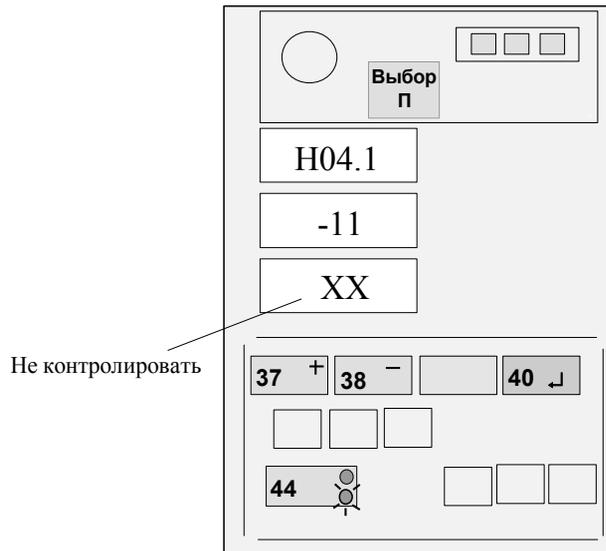

Рисунок 16 - Ввод температурного коэффициента
Если значение коэффициента, указанное на жгутах ПрД, отличается от значения, выдаваемого на средний ИЖЦ, нажатием кнопки 44 установить на верхнем ИЖЦ код "H04.1", а затем, нажимая кнопки "+" (37) и "-" (38), установить на среднем ИЖЦ значение коэффициента для штокового ПрД (см. рисунок 16 для коэффициента М11), причем знак плюс на индикаторе не отображается, а знак минус отображается символом " - ".
4.6.4.1 Нажимая кнопку ВЫБОР "П" (36), добиться появления на верхнем ИЖЦ кода "Н06" (занесение температурного коэффициента поршневого ПрД). При этом на средний ИЖЦ выдается значение коэффициента, занесенное ранее в память ОНК.
Если значение коэффициента, указанное на жгутах ПрД, отличается от значения, выдаваемого на средний ИЖЦ, нажатием кнопки 44 установить на верхнем ИЖЦ код "Н06.1", а затем, нажимая кнопки "+" (37) и "-" (38), установить на среднем ИЖЦ значение коэффициента для поршневого ПрД по методике, изложенной в п. 4.6.2 (см. рисунок 16).